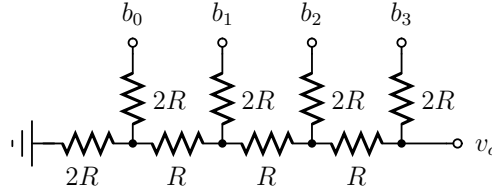

Figura 2: DAC R2R de 4 bits
Esta parte de la experiencia consiste en el desarrollo de un conversor digital-análogo de topología escalera de resistencias R-2R. En la figura 2 se muestra un DAC de escalera de resistores R2R.
1. Utilizando el principio de superposición encuentre el valor de voltaje de salida del conversor de la figura 2 en función del valor de los bits  $v_o(b_0, b_1, b_2, b_3)$ .